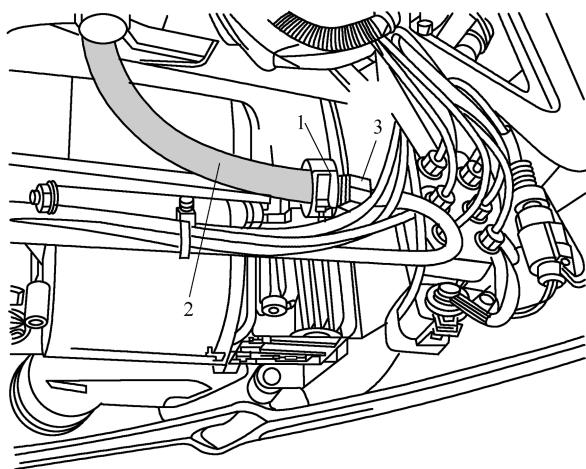

图 4-2-21 空气管路的拆下示意图(二)
- 5) 打开卡箍 1，然后将空气管路 2 从连接件 3 上拔下，如图 4-2-21 所示。